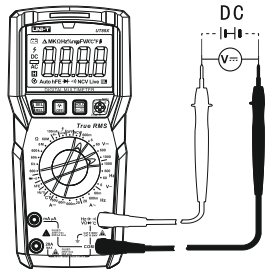

Рис. 3
9.1 Измерение постоянного напряжения (Рис. 3) Последовательность: